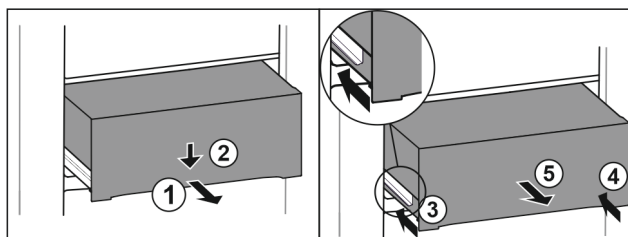

Fig. 146
- ▶ Lade er half uittrekken. Fig. 146 (1)
- ▶ Schuiflade aan de voorzijde omlaag drukken. Fig. 146 (2)
- ▶ Linker rail ca. 2 cm inschuiven. Fig. 146 (3)
- ▶ Rechter rail ca. 2 cm inschuiven. Fig. 146 (4)
- ▶ Lade naar voren toe verwijderen. Fig. 146 (5)